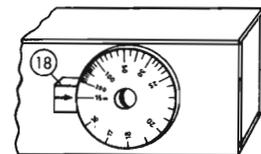

Fig. 247. Disco con scala delle distanze, e marca per la lettura.
Ci serve ancora una molla (17) che preme il rinforzo (12) contro il bullone (13); questa molla è costituita da un pezzo di piattina di ottone (8x50 mm) forata ad una estremità ed imbullonata sulla cassetta. Infine incolliamo sulla cassetta, vicino al bordo del disco, un blocchetto di legno (18) alto 20 mm ricoperto di carta da disegno. Sulla carta segniamo la posizione orizzontale con una freccia (fig. 247).
Continuando col medesimo procedimento, segniamo sulla scala le posizioni corrispondenti alle distanze di 150 e 100 m. Ci accorgeremo che le marche diventano sempre più staccate, per cui tra 100 e 50 m possiamo segnare agevolmente anche le marche 90, 80, 70 e 60 m., tra 50 e 30 m quelle corrispondenti a differenze di 5 m, al di sotto perfino di metro in metro. Continuiamo così finché il disco ha fatto quasi un giro completo (fig. 247).